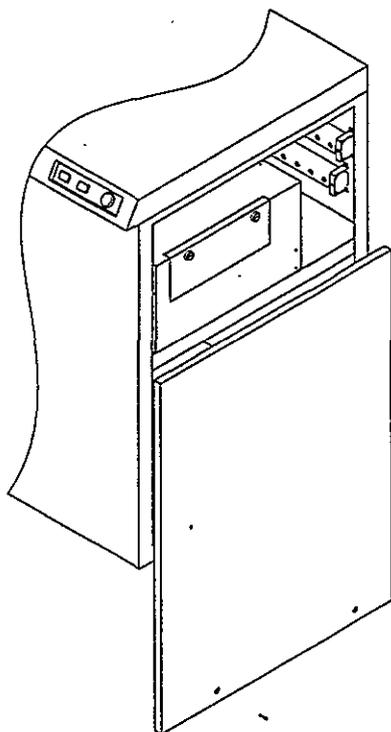

図9-10 CM500側面板の取り外し
- (1)CM500の向かって右側の側面板下部にあるネジを2本はずします。側面板を後方に10cm程度スライドさせ取り外し、Pi500オーブドアを露出させます。(図9.10)